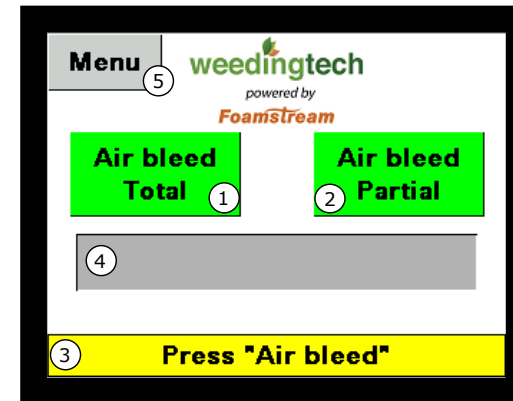

Figure 3 - Écran de démarrage du PLC
- ✓ Appuyer sur le bouton « RÉINITIALISER » (bouton rouge, numéro « 3 » à la Figure 2), l'indicateur « ANOMALIE » s'éteint et il est possible de voir l'écran représenté à la Figure 3.